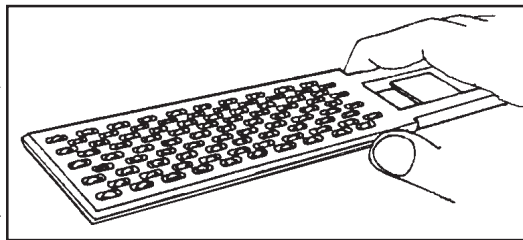

fig. 10
- 1) Introducir en la semilla el «cuentagranos» (fig. 10). Al sacarlo, pasar la mano por encima de forma que quede solamente un grano por cada cavidad (100 granos en total). Repetir la operación 10 veces para obtener 1000 granos.